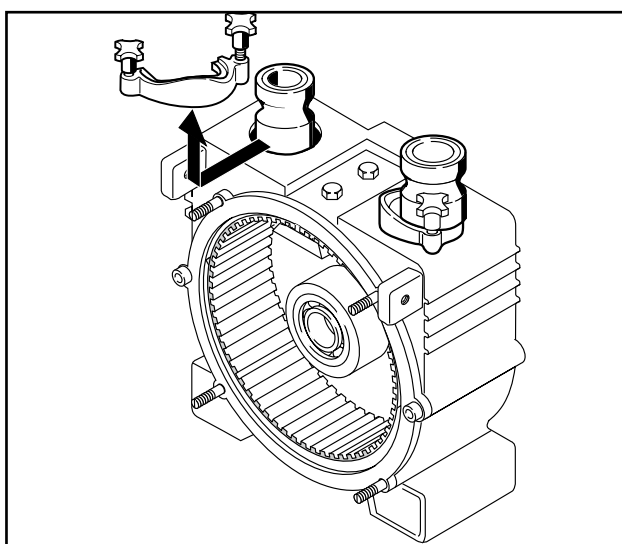

Fig. 11 Desmontaje de las garras de sujeción
7. Suelte y retire las dos garras de sujeción para la manguera de bombeo (Fig. 11).